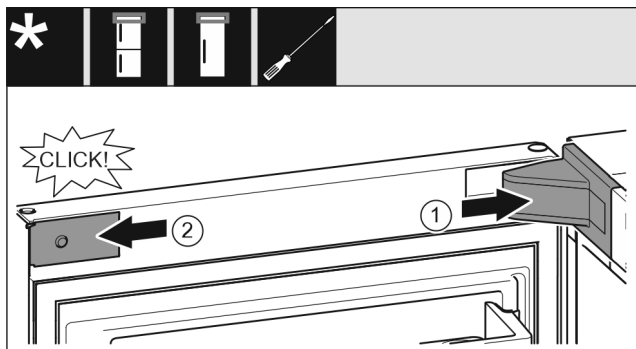

Fig. 20
- ▶ Așezați apărătoarea suporturilor de lagăr și fixați-o în poziție, după caz, desfaceți-o prin apăsare cu precauție. *Fig. 20 (1)*
- ▶ Aplicați și fixați în poziție masca. *Fig. 20 (2)*